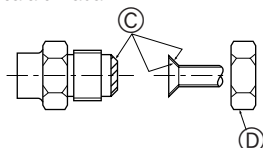

Fig. 4-1
4.2. Tubos de ligação (Fig. 4-1)
- Aplique uma fina camada de óleo refrigerante ao tubo e à superfície de costura da junta antes de apertar a porca do tubo. ①
- Aperte os tubos de ligação com duas chaves. ②
- Aplique óleo de máquina refrigerante em toda a superfície de encaixe de afunilamento. ③
- Utilize as porcas afuniladas para o tamanho de tubo que se segue. ④
- ① (Fig. 4-1)
- ② (Fig. 4-1)